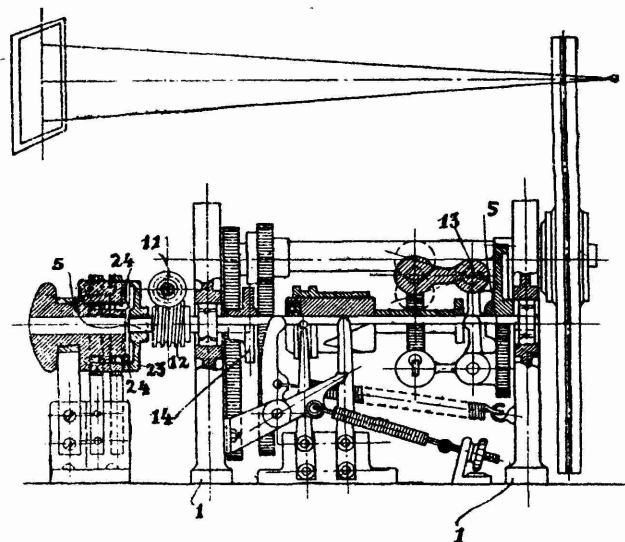

Fig. 4. — Coupe axiale du dispositif sélecteur. Remarquer l'arbre transversal 11, qui doit tourner exactement à la vitesse d'un tour par seconde.
Ce résultat est obtenu (fig. 4) par un régulateur à boules, monté sur l'axe de ce nom (5) lequel sous l'influence de la force centrifuge peut déplacer un cylindre en matière isolante sur laquelle une armature métallique, découpée en pointes, peut recevoir par un frotteur le courant actionnant le moteur et l'interrompt en partie par le second frotteur qui suivant la position des pointes métalliques établira un contact plus ou moins prolongé.
Enfin, un quatrième axe (fig. 4), placé transversalement sur le côté du bâti, reçoit son mouvement de l'axe régulateur par une roue dentée (11) actionnée par une vis sans fin (12) dans le rapport de $\frac{1}{6}$. Cet axe tournera donc exactement à un tour par seconde.